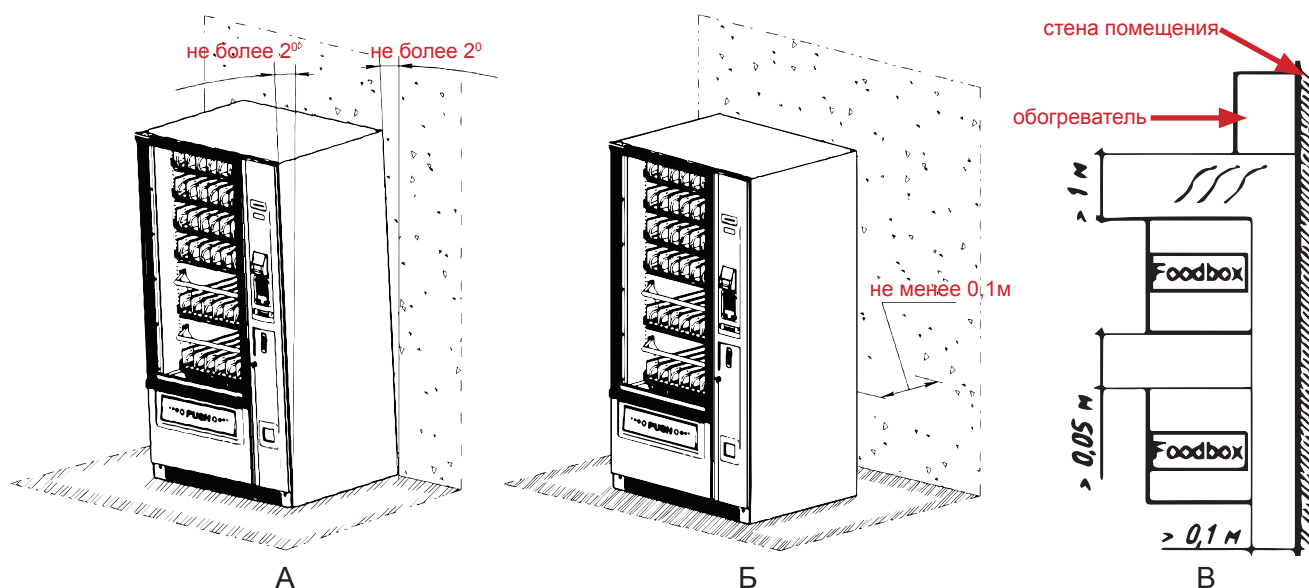

Рисунок 7 - Установка модуля
- запрещается устанавливать модуль под наклоном более  $2^{\circ}$  (см.рис.7а);
- расстояние от задней стенки модуля до предметов должно быть не менее 0,1 м (см.рис.7б,в);
**Примечание:** Допускается наклон модуля не более 2° (см.рис.7а). Наклон более 2° может привести к некорректной работе модуля!